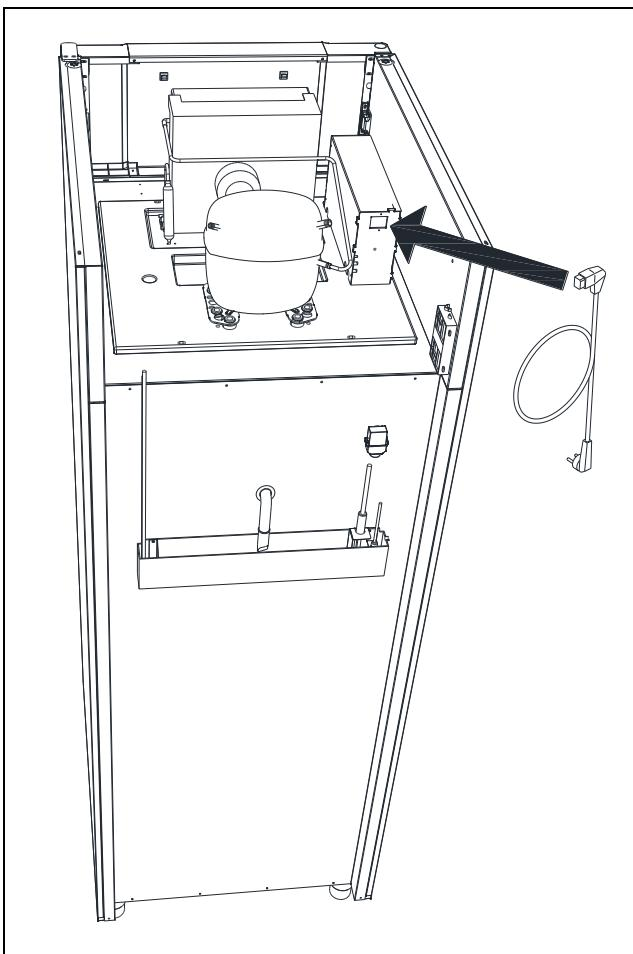

Fig. 7
-  Ne branchez l'appareil qu'avec la tension indiquée sur la plaque d'identification du type (voir Fig. 10). N'utilisez que le câble détachable fourni pour la connexion à une prise murale (voir Fig. 7).